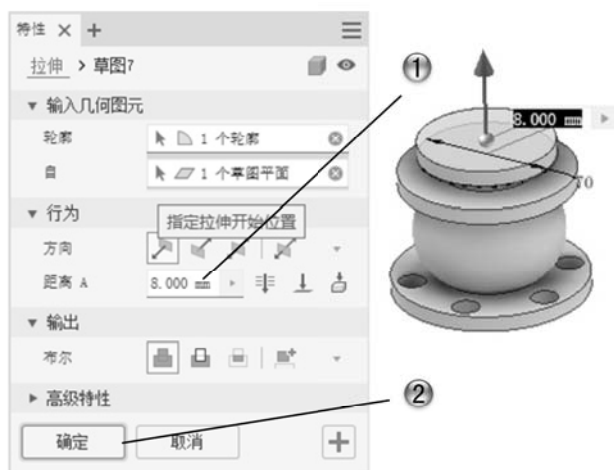
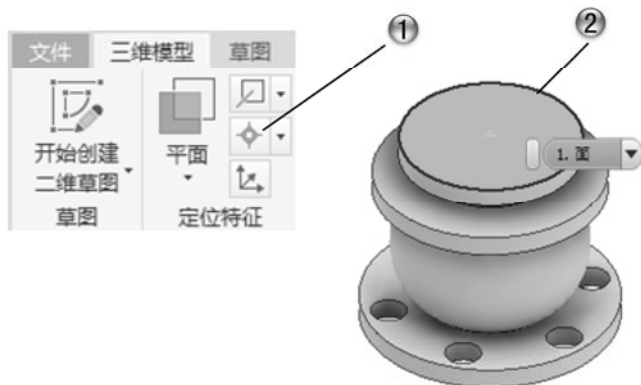

图 1-46 创建拉伸特征
图 1-47 创建定位点
① 创建拉伸特征，在【特性】面板中设置【距离】为 8。
② 单击【特性】面板中的【确定】按钮，如图 1-46 所示。
① 单击【三维模型】选项卡【定位特征】面板中的【点】按钮, 绘制模型上的点。
② 在绘图区选择模型边线，如图 1-47 所示。
① 单击【三维模型】选项卡【定位特征】面板中的【轴】按钮, 绘制模型上的轴。